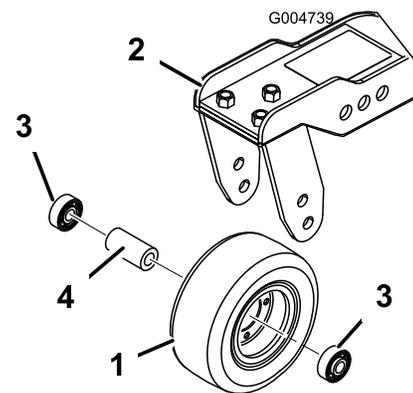

**Figura 111**
1. Retire la contratuerca del perno que sujeta el conjunto de la rueda giratoria entre la horquilla (Figura 111) o al brazo de pivote (Figura 112).
2. Retire el cojinete de la rueda y deje que se caiga el suplemento del cojinete (Figura 111 y Figura 112).